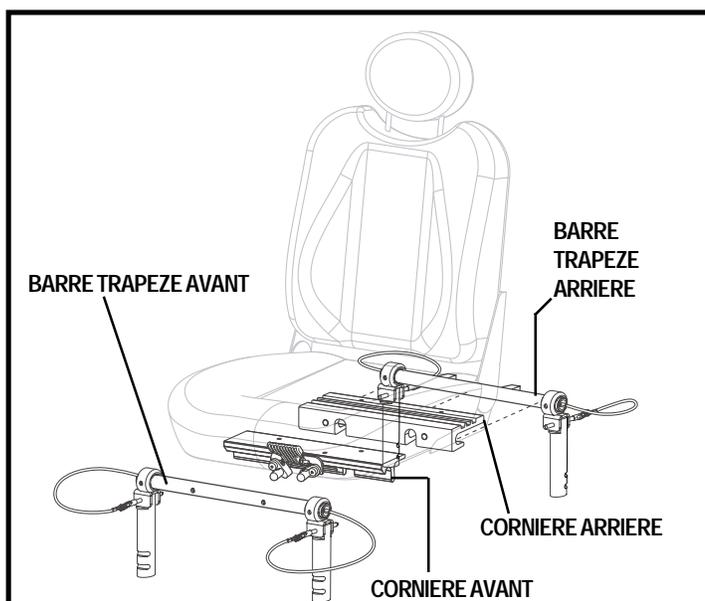

Figure 11. Système de montage universel
2. Inclinez le siège vers l'arrière et glissez la cornière arrière sur la barre trapèze arrière. Voir la figure 11.